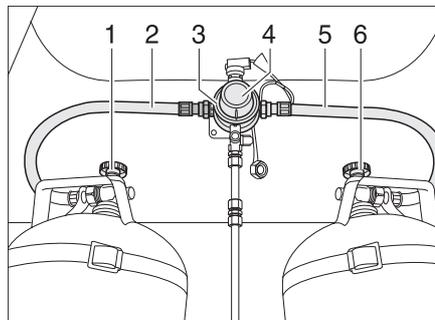
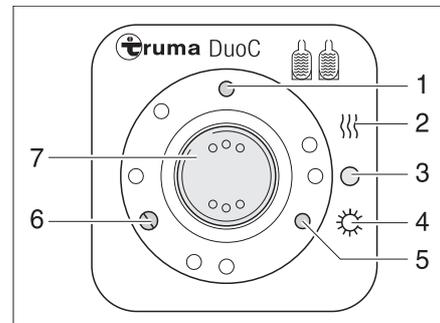

Bild 90 DuoControl-Umschaltanlage
Bild 91 Bedieneinheit
Die DuoControl-Umschaltanlage besteht aus einem Umschaltventil (Bild 90,3) und der Bedieneinheit (Bild 91). Das Umschaltventil ist zwischen den Gasschläuchen (Bild 90,2 und 5) montiert. Mit dem Drehknopf (Bild 90,4) am Umschaltventil kann bestimmt werden, welche der Gasflaschen als Betriebsflasche und welche Gasflasche als Reserveflasche verwendet wird.
An der Bedieneinheit (Bild 91) können nur die elektrischen Funktionen geschaltet werden. Die Haupt-Absperrventile der Gasflaschen (Bild 90,1 und 6) müssen von Hand geöffnet werden.
Das Umschaltventil gewährleistet einen konstanten Gasdruck, unabhängig davon, welche Gasflasche Gas liefert. Die zwei Kontroll-Leuchten an der Bedieneinheit zeigen den Füllstand der Betriebsflasche an. Wenn die grüne Kontroll-Leuchte (Bild 91,6) leuchtet, ist die Betriebsflasche voll. Wenn die rote Kontroll-Leuchte (Bild 91,5) leuchtet, ist die Betriebsflasche leer. Die Gasversorgung erfolgt dann über die Reserveflasche.
- Die Haupt-Absperrventile an den Gasflaschen (Bild 90,1 und 6) öffnen.
- Mit dem Drehknopf (Bild 90,4) am Umschaltventil (Bild 90,3) die Gasflasche wählen, der vorrangig das Gas entnommen werden soll (Betriebsflasche). Den Drehknopf immer bis zum Anschlag drehen.
- An der Bedieneinheit (Bild 91) die DuoControl-Umschaltanlage einschalten. Dazu den Wippschalter (Bild 91,7) auf Winterbetrieb "Ein und Heizen" (Bild 91,2) oder auf Sommerbetrieb "Ein" (Bild 91,4) stellen. Das Umschaltventil ist jetzt entlüftet. Die gelbe Kontroll-Leuchte (Bild 91,1) leuchtet, wenn Winterbetrieb gewählt wird und die Regler-Enteisungsanlage eingeschaltet ist.
- Den Wippschalter (Bild 91,7) auf "O" (Bild 91,3) stellen. Die gelbe Kontroll-Leuchte (Bild 91,1) erlischt.
- Die Haupt-Absperrventile an den Gasflaschen (Bild 90,1 und 6) schließen.
Die Kontroll-Leuchten an der Bedieneinheit (Bild 91,5 und 6) signalisieren im Fahrzeuginneren, ob die Betriebsflasche betriebsbereit ist.
Wenn die grüne Kontroll-Leuchte (Bild 91,6) während des Betriebs erlischt und die rote Kontroll-Leuchte (Bild 91,5) aufleuchtet, ist die als Betriebsflasche gewählte Gasflasche leer und muss gewechselt werden. Die Reserveflasche versorgt die Gasverbraucher weiterhin mit Gas.